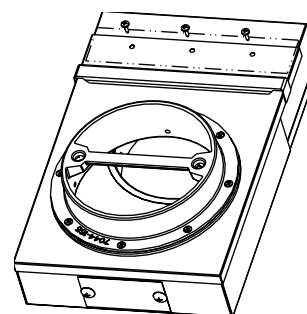

Figure 17.5
4. Découpez le joint à la longueur appropriée et glissez-le entre les chambres supérieures et inférieures en l'alignant avec les trous des vis. Fixez les chambres supérieures et inférieures avec les vis fournies. **Figure 17.5**.